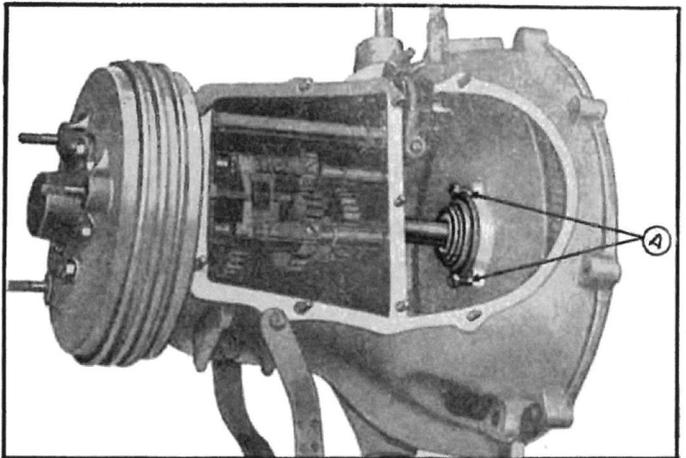

Fig. 72. — Mécanisme de l'embrayage bridé pour le remontage.
- 9—Avant d'accoupler la boîte de vitesses avec le moteur, brider le mécanisme de l'embrayage en poussant la douille coulissante sur les linguets à l'aide des 2 boulons spéciaux que l'on visse, dans les trous filetés des bossages du centre du carter (fig. 72). Graisser avec un peu d'huile épaisse les billes du roulement du vilebrequin.